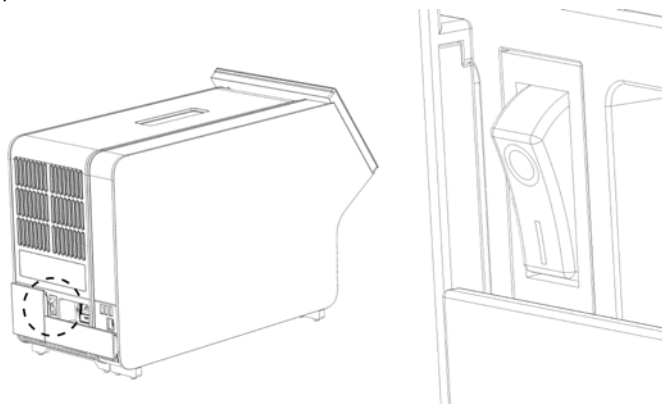

Figura 21. Localizando o interruptor de alimentação e colocando-o na posição "I".
10. Ligue o instrumento pressionando o botão de alimentação na parte de trás do Módulo analítico na posição "I" (Figura 21, página seguinte). Confirme se os indicadores de status dos Módulos analítico e operacional são exibidos em azul.